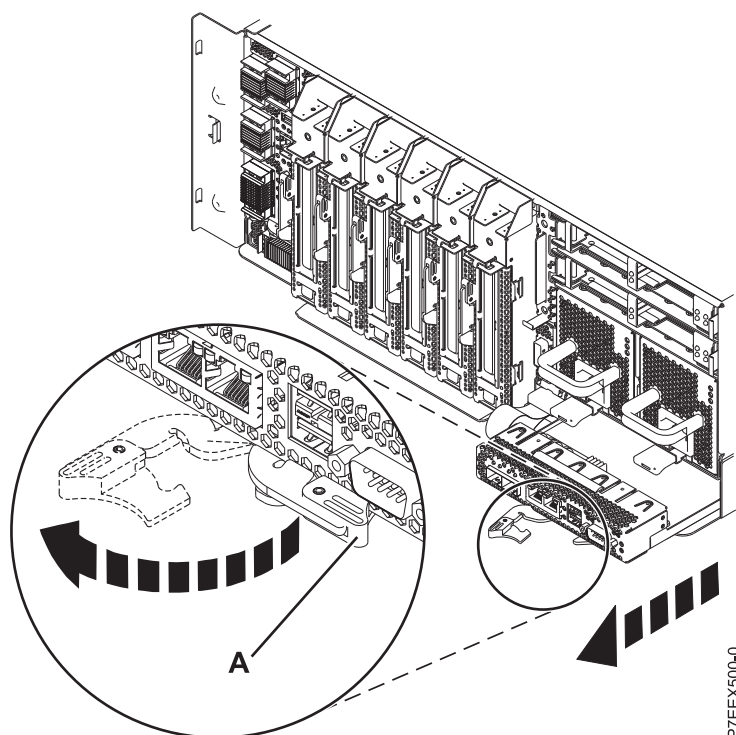

図 1. 8248-L4T、8408-E8D、または9109-RMD 用の統合多機能カードの取り外し
5. 図 1 に示すように、取り外したい統合多機能カードを見つけます。